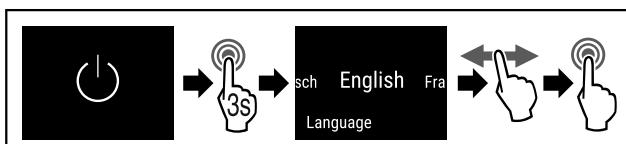

Fig. 49
- Obavite korake postupka (pogledajte Fig. 49).